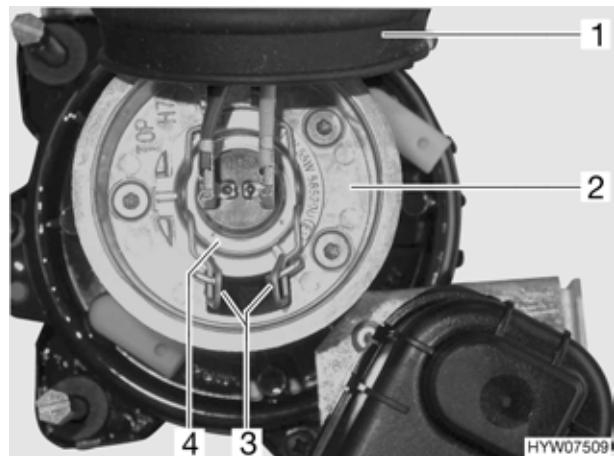

Fig. 183 Faro anabbagliante
- Togliere il copripolvere di gomma (Fig. 183,1) dall'involucro (Fig. 183,2).
- Stringere le staffe di metallo (Fig. 183,3) ed estrarre le staffe dai supporti.
- Estrarre dall'involucro la lampada ad incandescenza (Fig. 183,4) con il cavo.